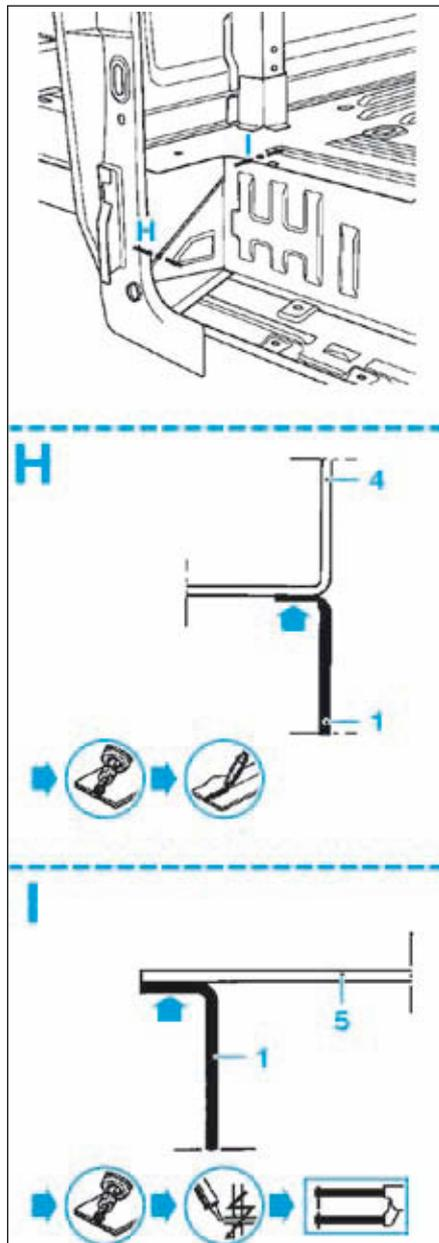

FIG.51
- Tracer puis découper le marché pied arrière de cabine assemblée (Fig.50), (Fig.51) et (Fig.52).
- Tracer puis percer à l'aide d'un foret pour un soudage ultérieur par points (Fig.50), (Fig.51) et (Fig.52).
- points électriques (Fig.50), (Fig.51) et (Fig.52),